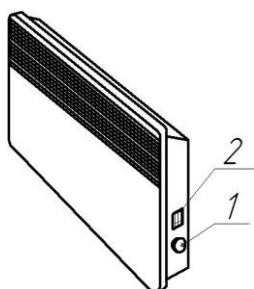

Рис. 5 Размещение органов управления конвекторов (IP20)
5.7 Переведите клавишу выключателя (клавиши ступенчатого регулятора мощности) в отключённое положение «0», ручку термостата установите в положение «*» (совместите знак «*» на ручке с меткой на корпусе конвектора или блока управления). Конвектор готов к работе (расположение органов управления конвектором приведено на рис. 5, 6).
Внимание! Категорически запрещается включать и эксплуатировать конвектор без его закрепления на кронштейнах на стене или без установленных опор на полу. Включать и эксплуатировать конвектор допускается только в положении, показанном на рис. 5, 6 (воздухозаборной решёткой вниз). При первом включении конвектора возможен запах от испарения консервационных материалов. Рекомендуется проветрить помещение.